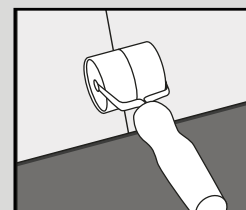

Fig. 4
5. Continúe instalando tablon a lo largo de la sala hasta completar la fila ayudándose de un rodillo de mano. (fig. 4) Solo si fuera necesario, utilice una maza de goma y un recorte del producto para golpear con suavidad y que encaje. Puede utilizar una palanca para encajar el producto en los bordes del perímetro de la sala (fig. 5).